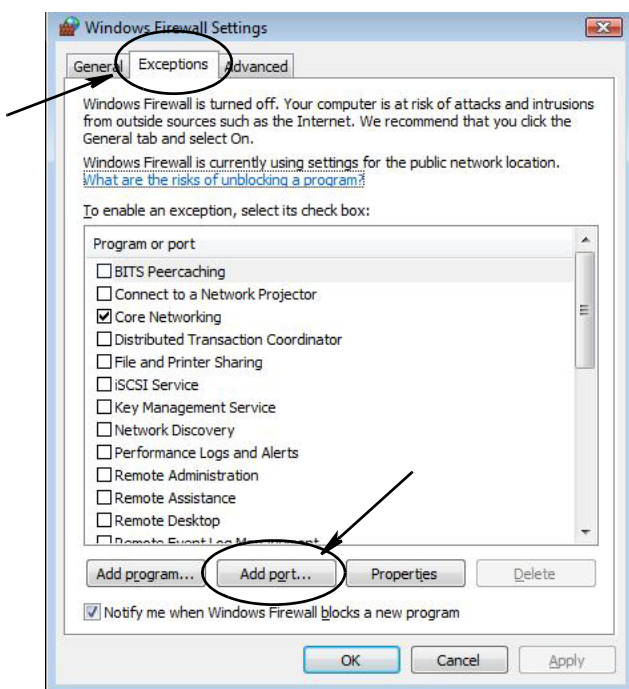

Рис. 28
3. Откройте вкладку «Исключения»; отобразится содержимое (Рис. 28).
4. Нажмите кнопку «Добавить порт...» (Рис. 28).